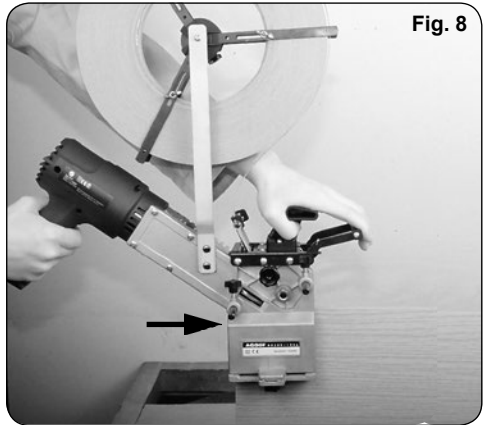

Fig. 8
4. Accione la tijera al llegar el prensor al final del tablero con lo que la cinta quedará cortada, con un sobrante de 2 cm por este lado y continúe el encolado hasta su terminación. (Fig. 8).